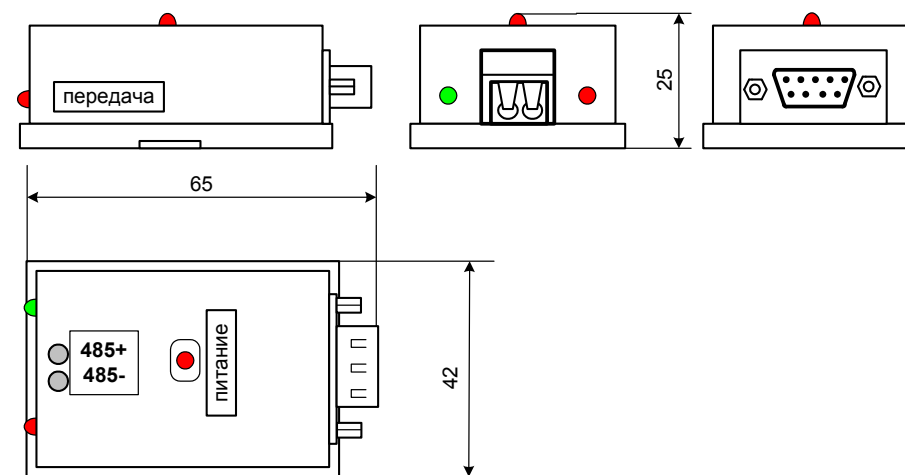

Рисунок 2. Габаритные размеры преобразователя.
3.3. Габаритные размеры преобразователя приведены на рис. 2.